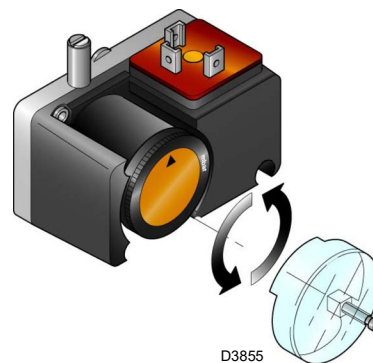

Abb. 30
- Stellen Sie den Druckwächter für die Dichtheitskontrolle (Kit PVP)(Abb. 30 auf Seite 33) gemäß den dem Kit beiliegenden Anweisungen ein.
Stellen Sie den Druckwächter für die Dichtheitskontrolle (Kit PVP) (Abb. 30) gemäß den dem Kit beiliegenden Anweisungen ein.